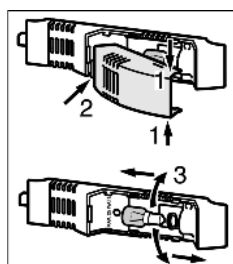

Fig. 11
- Возьмитесь за крышку лампы сверху и снизу Fig. 11 (1).
- Выведите крышку лампы сзади из зацепления и снимите Fig. 11 (2).
- Заменить лампу Fig. 11 (3).